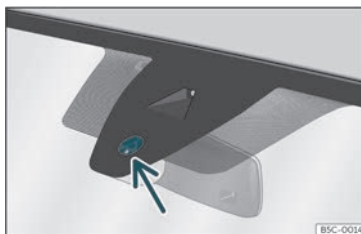

Fig. 92 Superfície sensible del sensor de pluja.
Les possibles causes d'anomalia i interpretacions errònies a la *superfície sensible* >>> **fig. 92** del sensor de pluja són, entre d'altres:
- Netegeu regularment la superfície sensible del sensor de pluja»» fig. 92 (fletxa) i